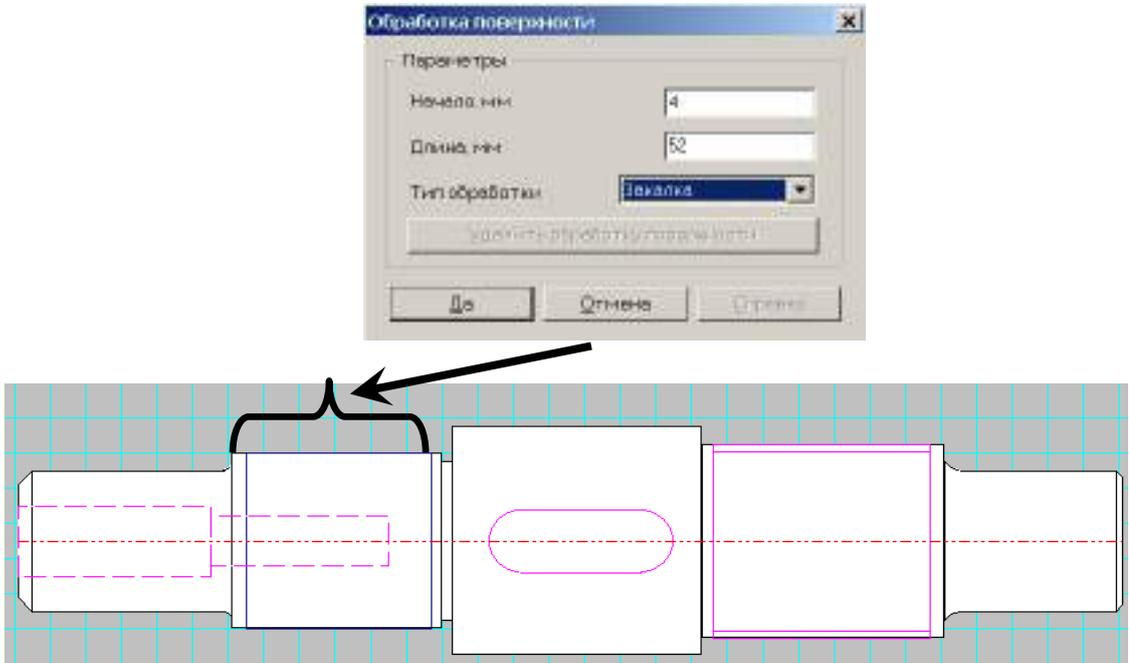

Рисунок 2.57
**Задание 8.** Задайте обработку поверхности второй секции (рисунок 2.57).